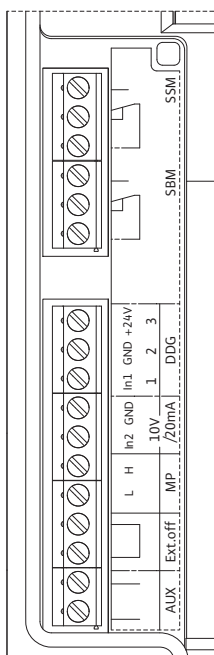

Fig. 32: Upravljačke stezaljke
- Stezaljke za slabu struju (Fig. 32)